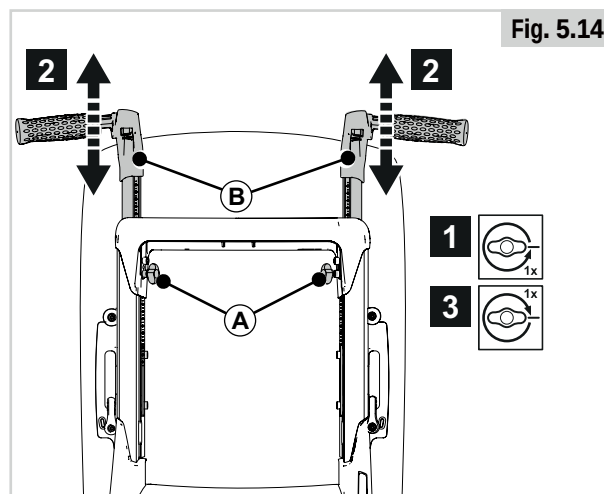

Fig. 5.14
5.9 Körhandtag höjd (Fig. 5.14)